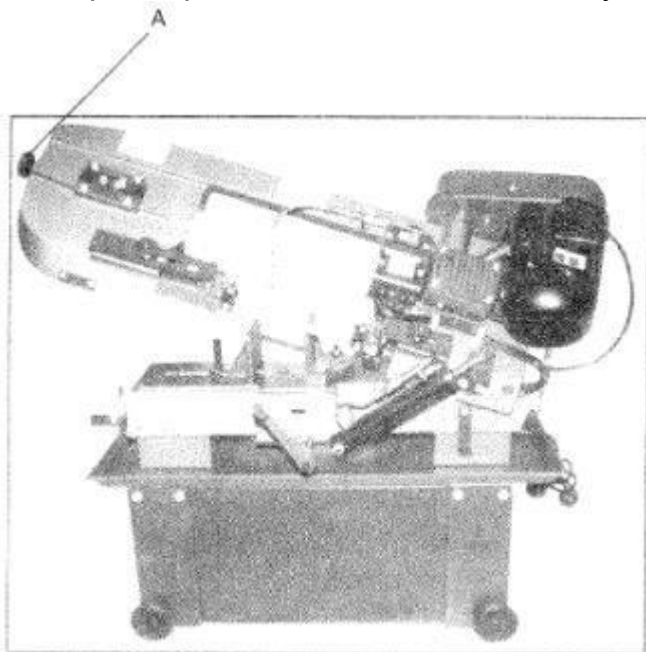

Рис. 9
3. Повернуть регулятор натяжения (А на рис. 9) от  $1 \frac{3}{4}$  до 2 оборотов по часовой стрелке.